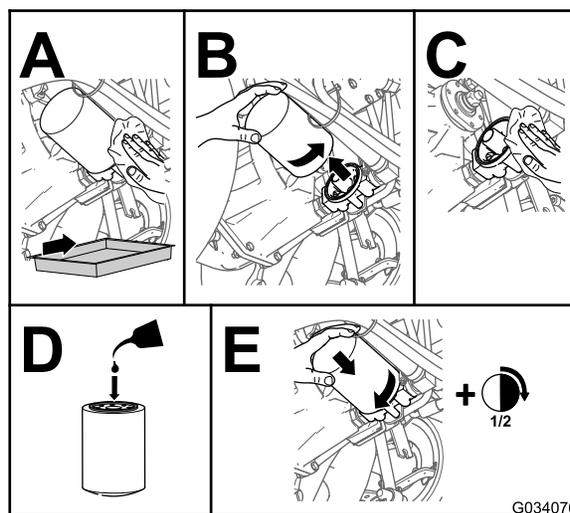

Рисунок 84
- Замените гидравлический фильтр (Рисунок 84).